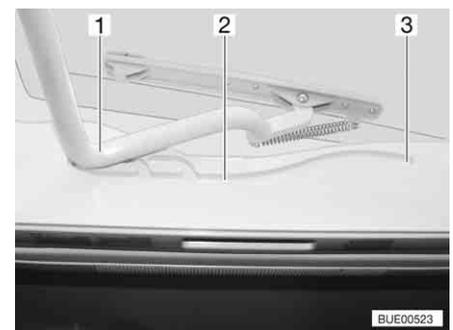

Fig. 71 Lanterneau Heki, glissière
- Tirer l'étrier (Fig. 71,1) dans les glissières (Fig. 71,2) jusque dans la position la plus reculée (Fig. 71,3).
- Pousser l'étrier (Fig. 71,1) légèrement vers le haut avec les deux mains.
- Tirer l'étrier dans les glissières (Fig. 71,2) jusqu'à la position souhaitée.